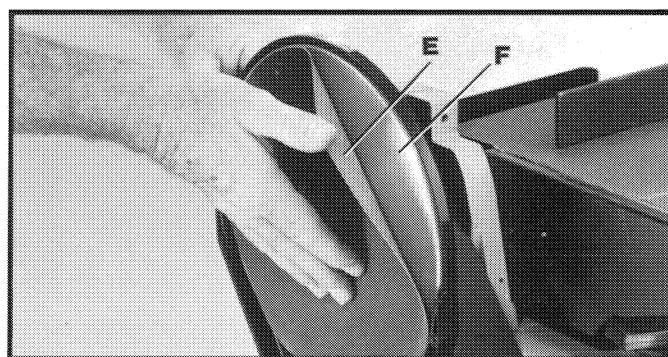

Fig. 46
4. Quite el disco viejo (E) como lo ilustra la Fig. 46.
5. Asegúrese que el plato del disco (F) Fig. 46 esté limpio, y quite el respaldo del disco de lijado nuevo. Oprima el disco de lijado nuevo firmemente en su sitio sobre el plato del disco (F), y reponga la tapa inferior y el conjunto de mesa que fueron quitados en los **PASOS 2 y 3**.